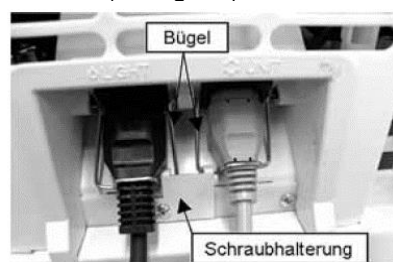

Fig.11 : Raccordement au boîtier CEI
Les appareils peuvent être équipés d'un boîtier CEI associé à des câbles d'alimentation électrique enfichés (cf. Fig. 11).
► Les crochets du boîtier CEI doivent être correctement fixés et sécurisés au moyen de la fixation par vis (cf. Fig.11).